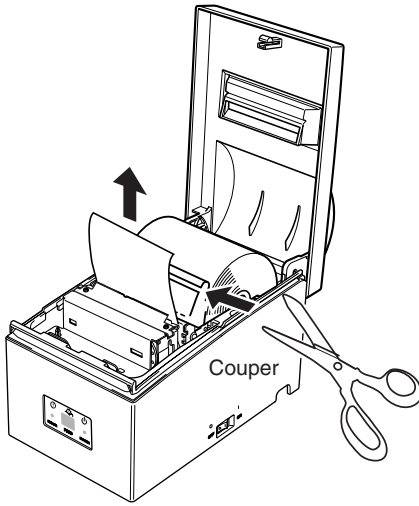

Fig 5-16 Coupure du papier
④ Coupez le papier devant le mécanisme d'avance de papier, comme illustré à la Fig. 5-16.
⑤ Dégagez le papier boudré, puis mettez le bout du papier rouleau en place dans le mécanisme d'avance.